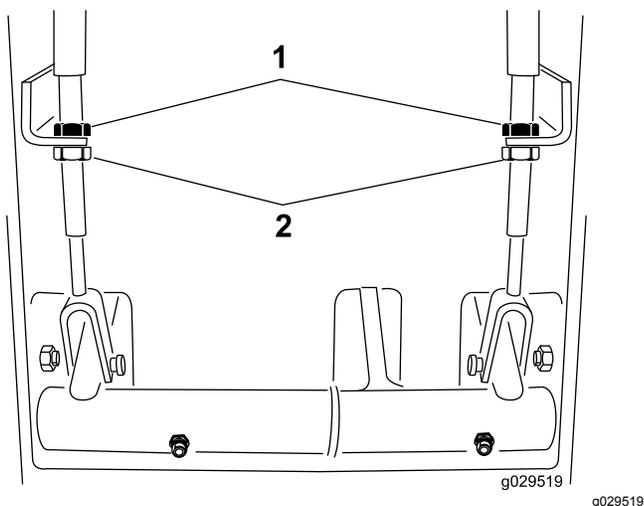

Figure 69
2. Pour réduire la garde aux pédales de frein, desserrez les écrous de blocage avant sur l'extrémité fileté du câble de frein (Figure 69).